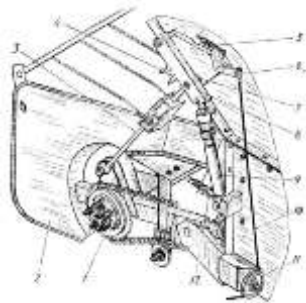

Рис. 6. Механизм подъема
- установить подборщик с помощью тяги 3 (рис. 6) в рабочее положение, при котором расстояние от концов пружинных зубьев подборщика до поверхности ровной площади, при горизонтальном положении снпцы, равно 25 - 50 мм;